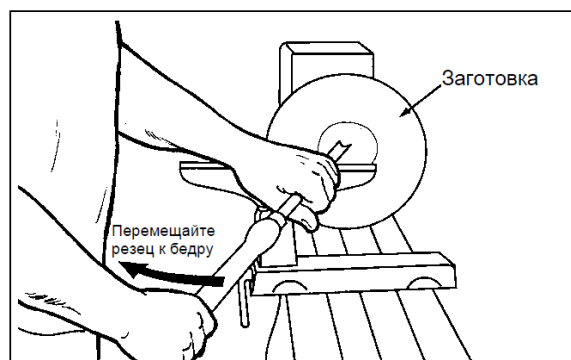

Рис. 10-11
5. Установите 13 мм резец для чаш на подручнике в центре заготовки так, чтобы желобок был повернут к верхней точке чаши. Рукоятка должна быть расположена под углом 30° к горизонту, как показано на Рис. 10-11.
- 6.левой рукой контролируйте режущий край резца, в то время как правая рука подтягивает ручку инструмента по направлению к туловищу (Рис. 10-11). Для получения гладкой изогнутой поверхности желобок резца должен двигаться от вершины наружного края чаши, поворачиваясь вверх так, чтобы смещаться вглубь чаши. По мере заглабления резца в заготовку постепенно поворачивайте его к краю. Возможно, после углубления заготовки подручник придется повернуть.